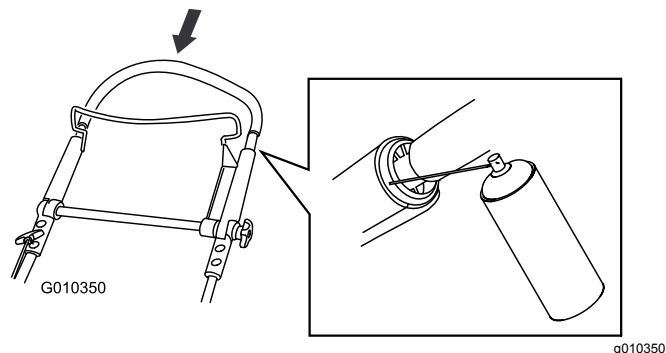

Bild 21
2. Drücken Sie den oberen Holm ganz nach unten und sprühen Sie die innere Kunststoffoberfläche des äußeren Holms ein (Bild 21).